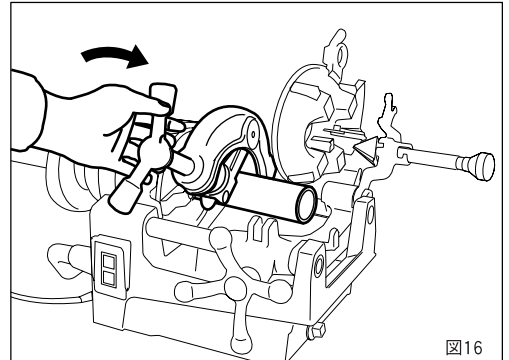

図16
- ① 使用しないダイヘッド・リーマを起こしてください。
- ② パイプの切断箇所を定めてパイプをしっかり固定します。
- ③ パイプカッターをパイプ径より大きくひらいて図のようにあてがい、パイプの切断箇所にカッターの刃を合わせてハンドルでローラーと刃がかかるあたるところまでちかづけてください。
- ④ スイッチを入れ、カッターハンドルをパイプ1回転で1/2以内の割合いでまわしてください。(図16) 切断のときに最初から強い力で切り込むと、パイプの切り口がだ円形にゆがみ、正しい真円のねじが切れない場合がありますから、切り始めは、軽く締めつけながら徐々に切断してください。